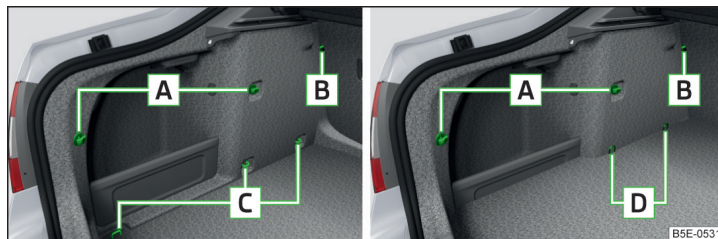
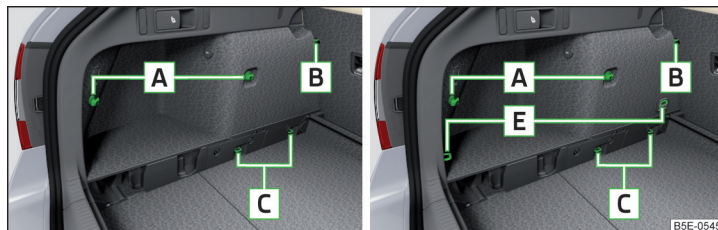
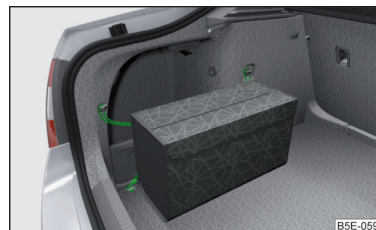

Fig. 102 Elementos de sujeción: Variante 1 / Variante 2 (G-TEC)
Fig. 103 Elementos de sujeción: Variante 3 / Variante 4
Fig. 106
**Vista general de los elementos de sujeción » fig. 102 y » fig. 103**
Cuando el vehículo está equipado con el suelo de carga variable y él se encuentra en la posición superior, entonces se pueden utilizar para la fijación de las redes las argollas de amarre **[E]** » fig. 103 de la pág. 96.
En vehículos con argollas de amarre **[D]** » fig. 102 de la pág. 96 se puede fijar solamente el bolso transversal detrás de los asientos y la red de suelo (la red se puede fijar en el área trasera en los elementos de fijación **[A]** » fig. 102 de la pág. 96 traseros).
El bolso » fig. 106 se puede fijar en los elementos de fijación **[A]**, así como en las argollas de amarre traseras y centrales **[C]** » fig. 102 de la pág. 96.